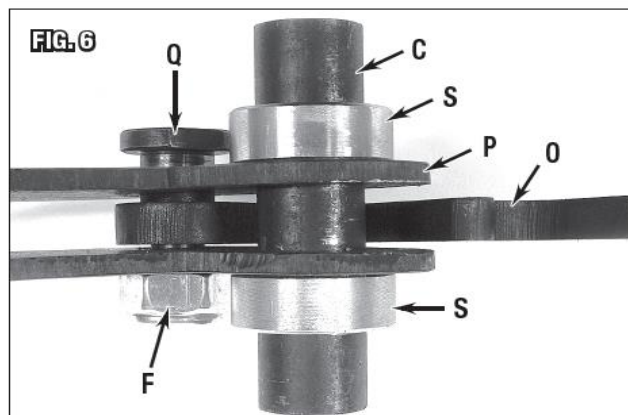

Рис. 6
1. Вставить распорную втулку Ø1"х4" [Ø26х102 мм] в отверстия в узел трещотка/рычаг и надвинуть до буртиков вала (S) по обе стороны (Рис. 6). Затянуть фиксирующие винты буртиков вала (S) шестигранным ключом 4 мм.